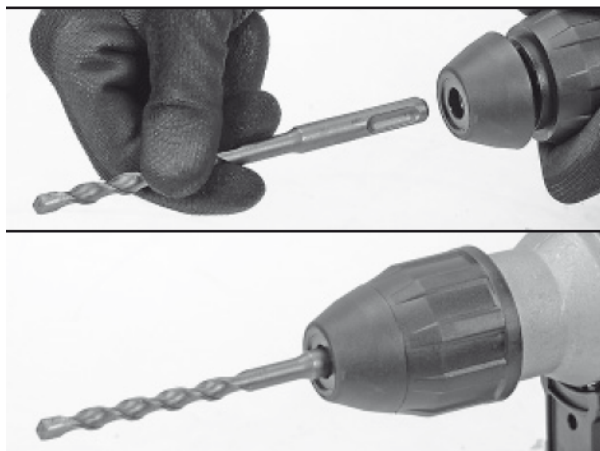

Рисунок 4. Схема встановлення свердла (зубила) в патрон стандарту «SDS-plus».
- вставити свердло (зубило) (рис. 4) в патрон, трохи відтягнувши обойму патрона.